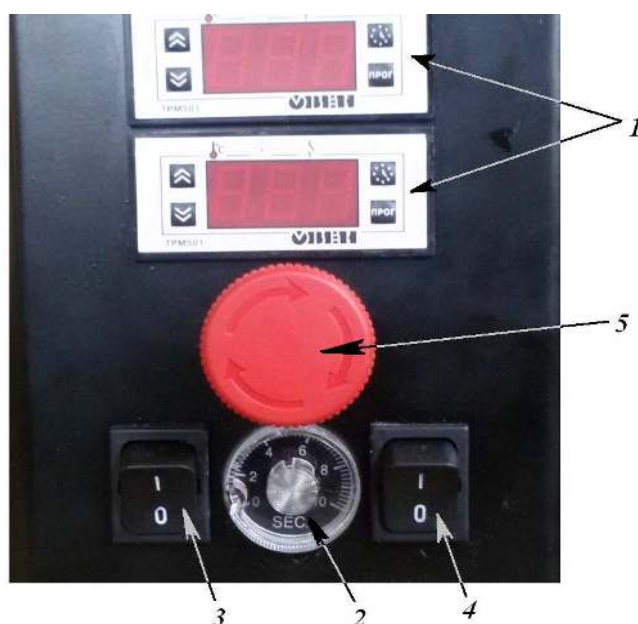

Рисунок 1
5. С помощью таймера задания продолжительности прессования (рисунок 1 поз. 2) поворотом ручки задать требуемый интервал в диапазоне от 0 до 10 секунд.
Примечание: в процессе прессования теста ручка защитной решетки удерживается до тех пор, пока нижняя рабочая поверхность не начнет опускаться. Время удержания задается с помощью таймера (рисунок 1 поз.2). При необходимости, ручку защитной решетки можно отпустить в любой момент. В таком случае нижняя рабочая поверхность опустится раньше заданного времени.
**ВНИМАНИЕ!** При возникновении непредвиденных обстоятельств, когда требуется немедленно остановить работу пресса, необходимо нажать на кнопку аварийного выключения (рисунок 1 поз. 5). При необходимости, отключите пресс от сети до прибытия квалифицированного обслуживающего персонала.
|                                                     | Сработало тепловое реле защиты двигателя              | а) выключить подачу питания на пресс (рисунок 1, поз. 3)б) не включать пресс в течение 4 минутв) подать питание на пресс |